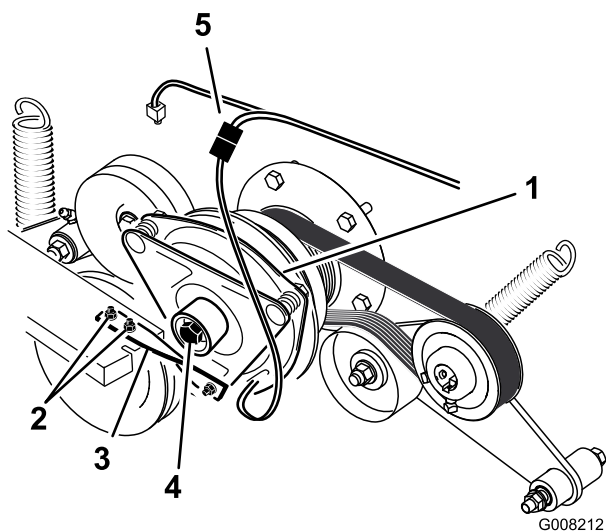

Figura 58
6. Scollegate la connessione elettrica della frizione (Figura 58).
7. Rimuovete i 2 bulloni che fissano la cinghia di gomma della frizione al telaio del tosaerba (Figura 58).
8. Rimuovete il bullone centrale che fissa la frizione all'albero motore e rimuovete la frizione e la chiave (Figura 58).
15. Tenendo l'albero a gomiti sulla parte posteriore della macchina, installate il bullone centrale e serratelo a 68 Nm (Figura 58).
16. Fissate la cinghia di gomma della frizione al telaio del tosaerba con i due bulloni e dadi precedentemente rimossi (Figura 58).
18. Collegare la connessione elettrica della frizione (Figura 58).